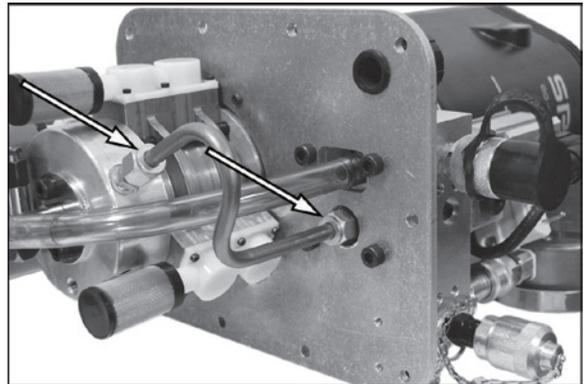

Figure 62.
6. Voir Figure 62. Desserrez les deux raccords à compression et enlevez le tuyau à haute pression.